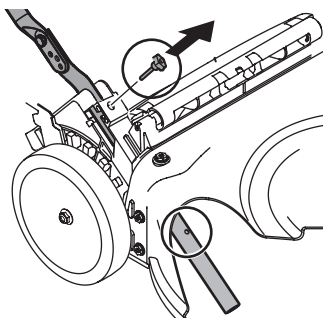
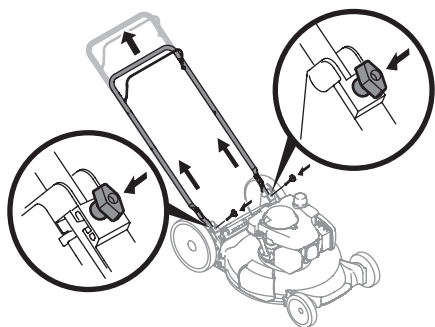

Figura 3
Figura 4
4. Retire los pernos T de los soportes de la manija (Figura 3).
5. Tire hacia arriba la manija Figura 4 a la página 23 hasta que los orificios de la manija inferior se alineen con los orificios de los soportes de la manija (Figura 3 Corte Transversal de la Plataforma).
6. Inserte los pernos T quitados en el PASO 4 a través de los soportes de la manija y la manija inferior (Figura 4) y ajuste bien para asegurar la manija en su lugar.